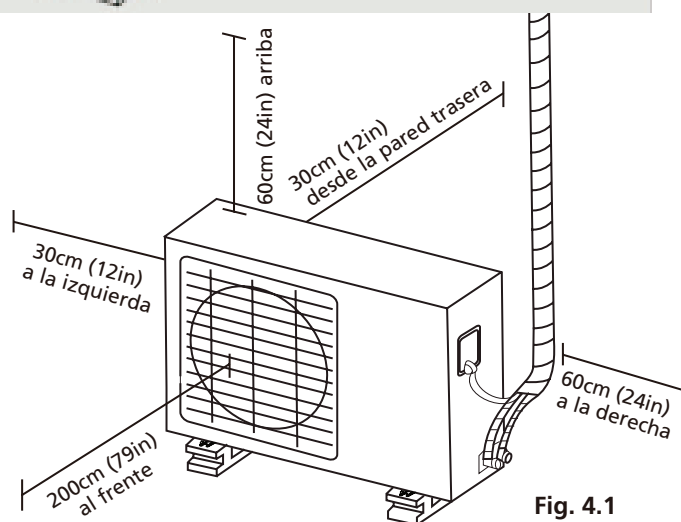

Fig. 4.1
- ✓ Cumplen con los requerimientos de espacio indicados en los Requerimientos de Espacio para la Instalación (**Fig. 4.1**)